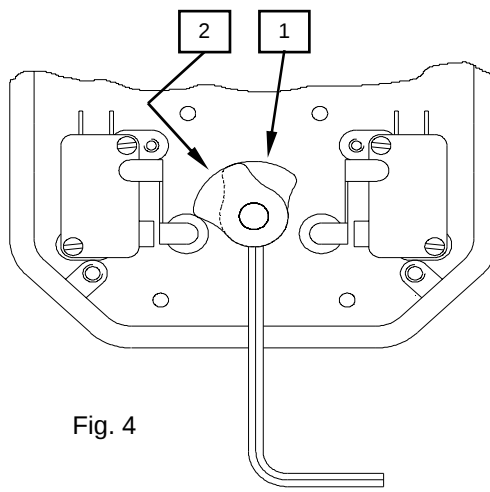

Fig. 4
- 5) Répéter les opérations pour la came 2 (Fig. 4)